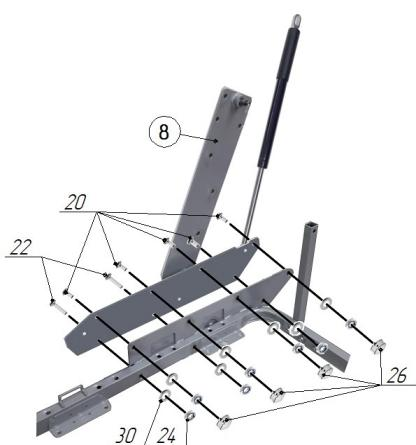

Рис.5.1 Слева
11) Соединить пластины механизмов и пластины рамы в соответствии с рисунками 5.1. и 5.2, используя винты M8x20 поз.20, M8x40 поз.22, гайки M8 со стопорным кольцом поз.24, шайбы Ø8x18 стальные поз.30 (рис.5.1, 5.2). На гайки винтов M8x20 надеть колпачки пластмассовые большие поз.26 в соответствии с рис. 5.1. и 5.2.